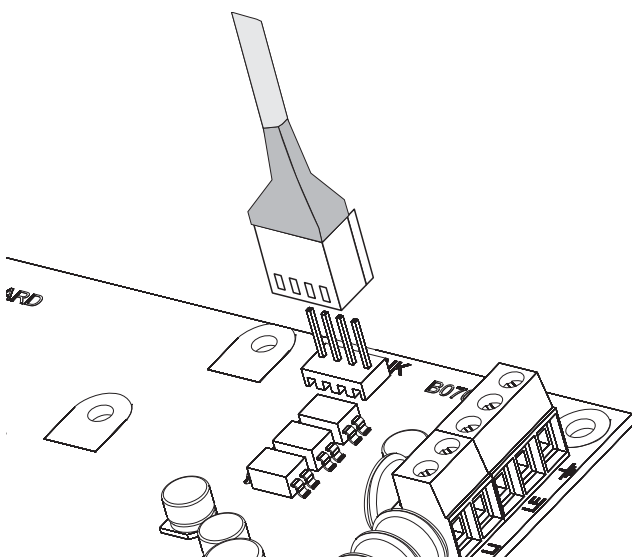

Figura 28 Collegamento PC-Link.
1. Collegare la porta seriale RS232 della Centrale (**10, PC-LINK**) ad una porta seriale RS232 libera del PC, tramite il cavo **PC-LINK** (opzionale), come mostrato in Figura 28.